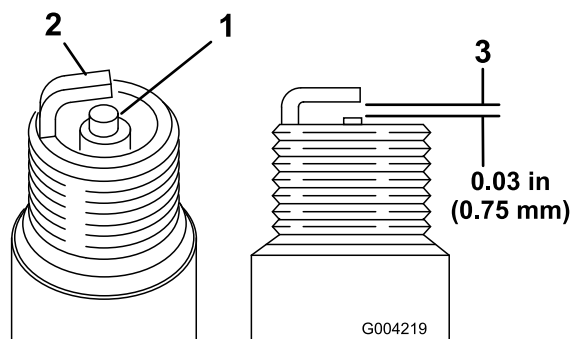

Рисунок 36
1. Осмотрите середину обеих свечей зажигания (Рисунок 36). Если вы видите на изоляторе светло-коричневый или серый налет, то двигатель работает должным образом. Черный налет на изоляторе обычно означает, что загрязнен воздухоочиститель.
2. Проверьте зазор между центральным и боковым электродами (Рисунок 36).
3. Если зазор неправильный, отогните боковой электрод (Рисунок 36).